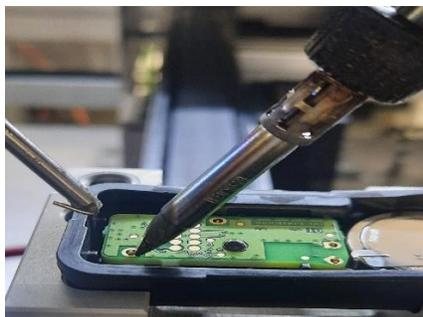

Ilustración 47 Pieza calibrada en eje X y Y
- ✓ Se verificó los parámetros en X o Y no en el punto donde está el orificio y las terminales que soldaron en otra parte del PCB donde puede llenar de soldadura los pats (ilustración 47).